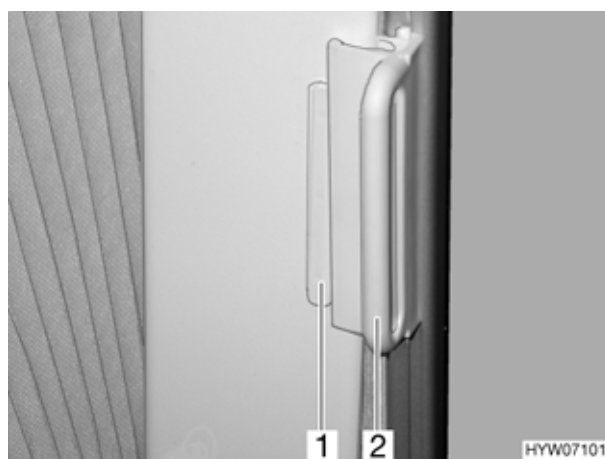

Bild 53 Tendina oscurante pieghevole, aperta
- Aprire le tendine oscuranti pieghevoli per il finestrino del guidatore e del passeggero e spingerle nell'impugnatura della guida degli oscuranti (Fig. 53,2) sul sopralzo (Fig. 53,1).